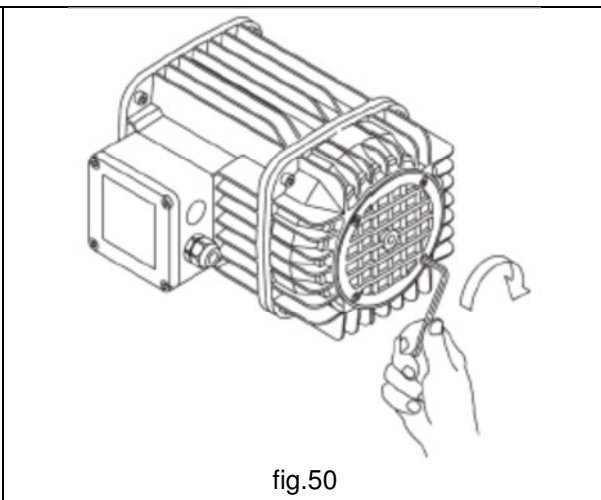

fig.50
8. Remonter la grille (aérateur) en vissant complètement les quatre vis (fig. 50).